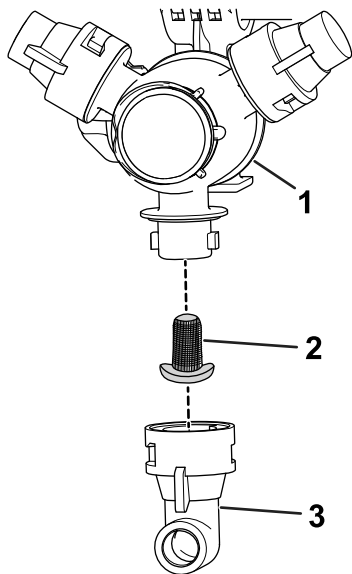

Figura 56
2. Rimuovete l'ugello dalla torretta di irrorazione (Figura 56).
3. Rimuovete il filtro dell'ugello usato (Figura 56).
4. Montate il nuovo filtro dell'ugello (Figura 56).
5. Montate l'ugello sulla torretta di irrorazione (Figura 56).